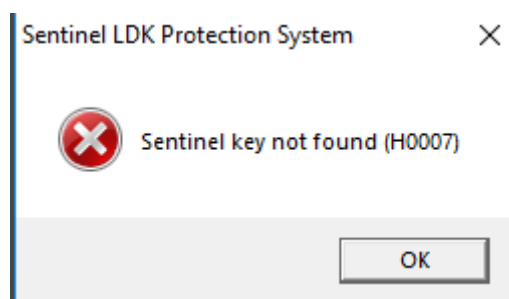

Рисунок 178. Ошибка при запуске программного комплекса
1. При запуске программного кода появляется следующая ошибка (рисунок 178). Данная ошибка связана с отсутствием Hasp-ключа, выданного при продаже ПО.